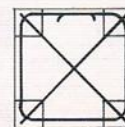

FIG. 23
- un quadrillage complète l'armature (fig. 23).